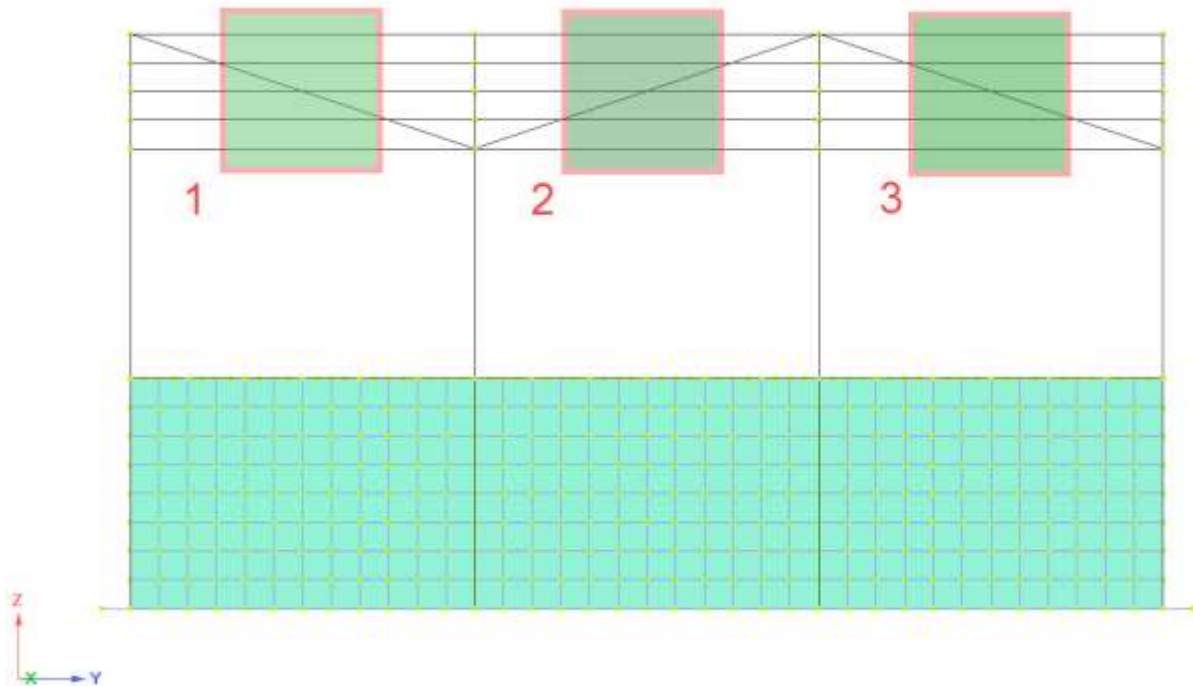

Рис. 3.29 Выделение связевых элементов каркаса
- Выделим все элементы прогонов и связей (удобнее это сделать заранее, проецируя схему на плоскость YoZ). Выделить элементы можно с помощью зажатых клавиш **Shift+Ctrl** так как показано на Рис. 3.29 (рамку тянем справа налево).